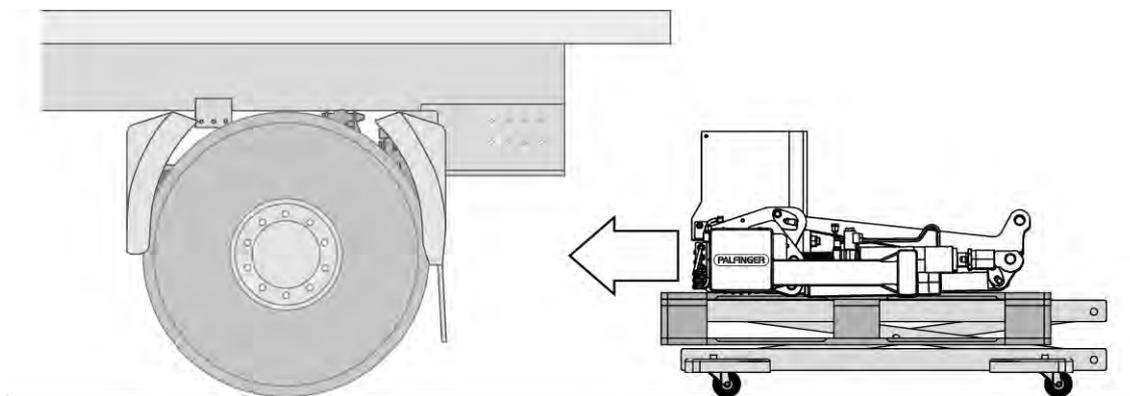

Рисунок 13: Позиционирование подъемного устройства
- ▶ Осторожно позиционируйте подъемное устройство под транспортным средством (см. Рисунок 13).